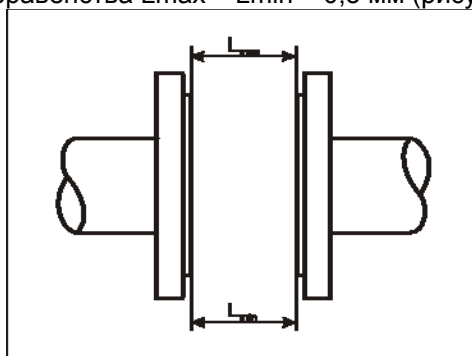

Рисунок 5 — Определение отклонения фланцев трубопровода от параллельности
2.2.2.3 Монтаж датчиков расхода бесфланцевой конструкции следует производить с помощью шпилек. Фланцы трубопроводов должны быть соосны и плоскопараллельны друг другу (рисунок 5), что достигается применением при сварке специального габаритного имитатора датчика расхода.
2.2.2.6 Наибольшее допустимое отклонение ответных фланцев на трубопроводе от параллельности должно определяться из неравенства $L_{max} - L_{min} < 0,5 \text{ мм}$ (рисунок 5).